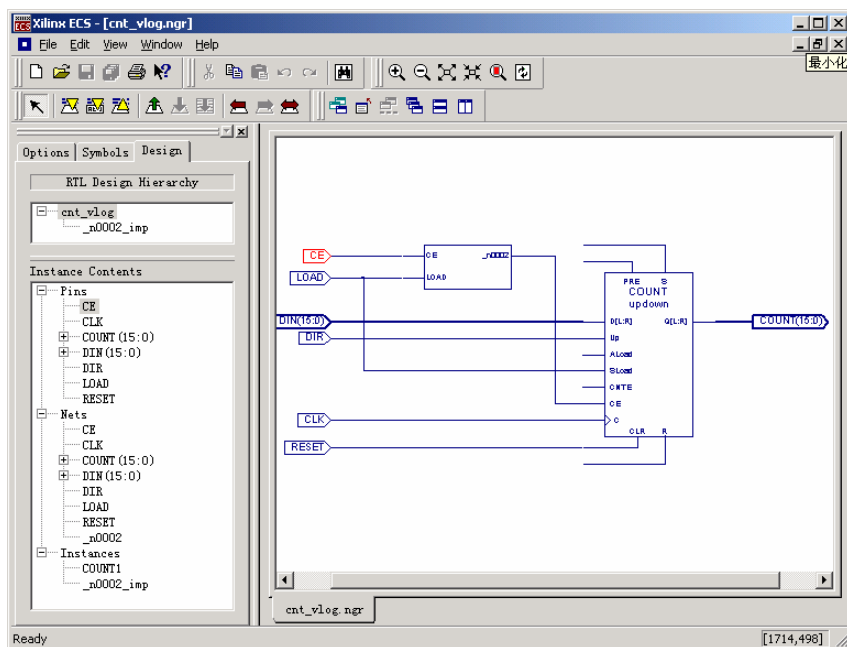

图4-77 模块内部逻辑结构
6. 双击模块符号，观察模块内部逻辑结构，如图 4-77 所示。